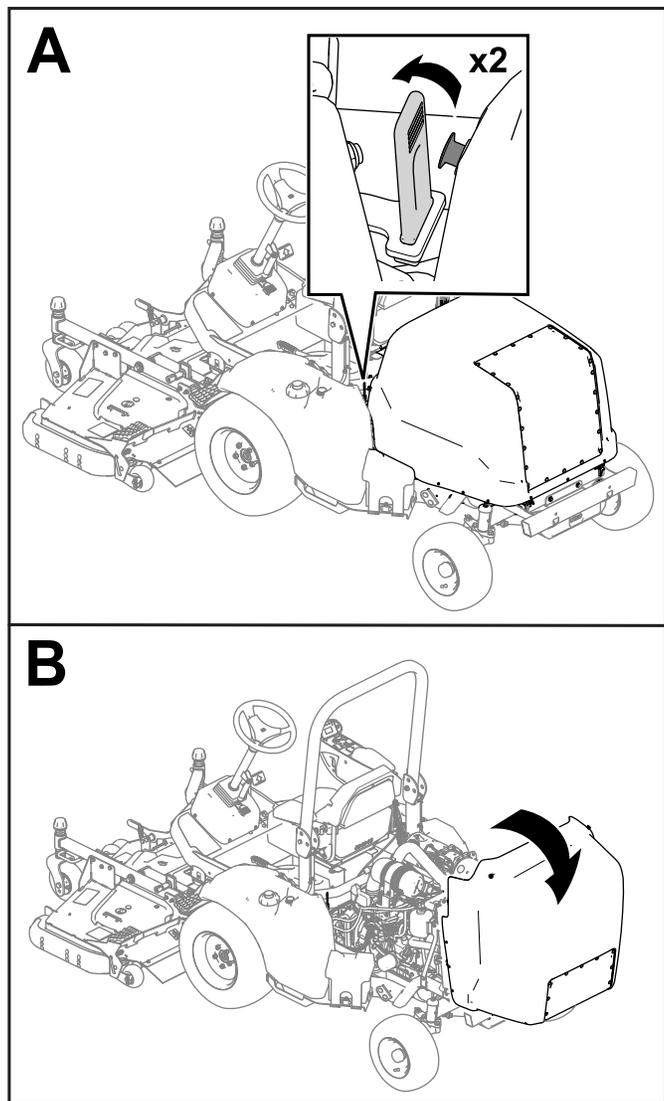

Рисунок 46
1. Отсоедините фиксаторы с каждой стороны машины (Рисунок 46).
2. Поднимите капот (Рисунок 46).